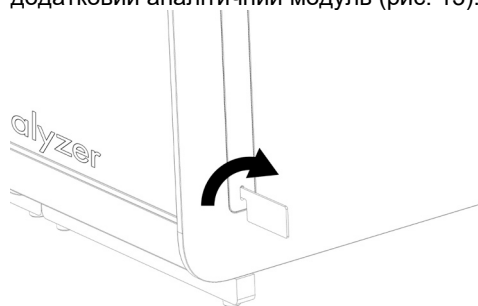

Рис. 13. Знімання захисних кришок.
- 1е. Зніміть захисні кришки з того боку аналітичного модуля, де буде приєднуватися додатковий аналітичний модуль (рис. 13).